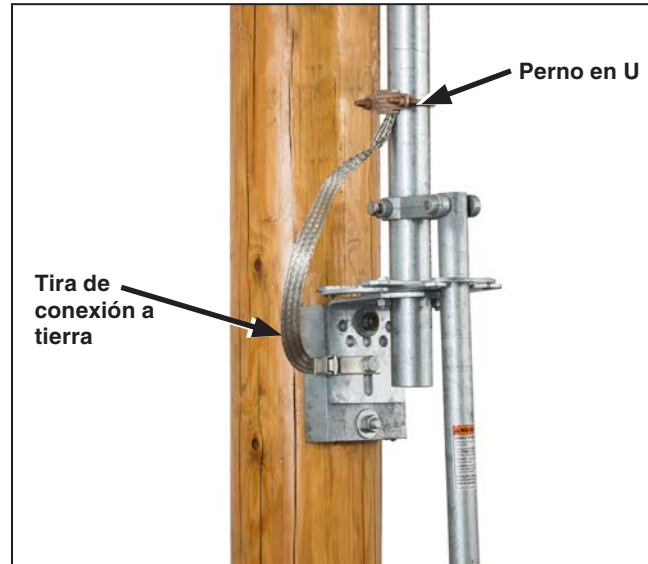

Figura 23. Sujeción de la tira de conexión a tierra.
PASO 19. Fije el extremo suelto de la tira de conexión a tierra a la sección más baja del tubo a unas cuantas pulgadas por encima del ensamble de la palanca de operación (o llave de bloqueo) con el conector de tornillo en “U” proporcionado para este propósito. Vea la Figura 23. Conecte el extremo inferior de la tira a una tierra física adecuada utilizando el conector de tierra que se proporciona y se encuentra en ese extremo de la cinta.